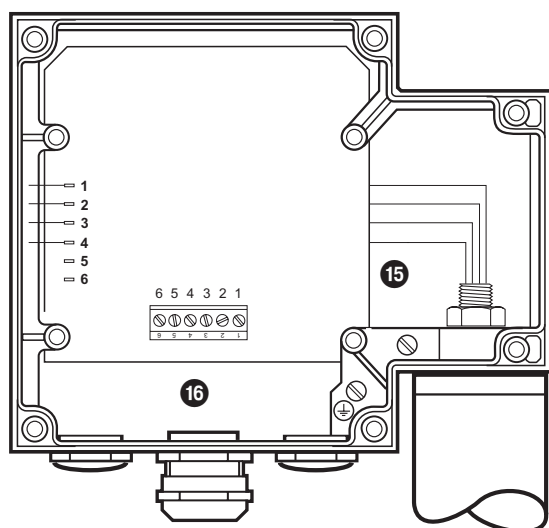

Fig. 14
2. Kabelschuhe von den Steckfahnen abziehen. **Fig. 14**
3. Mutter **15** mit 19er Mausschlüssel lösen. Nicht abschrauben! **Fig. 14**